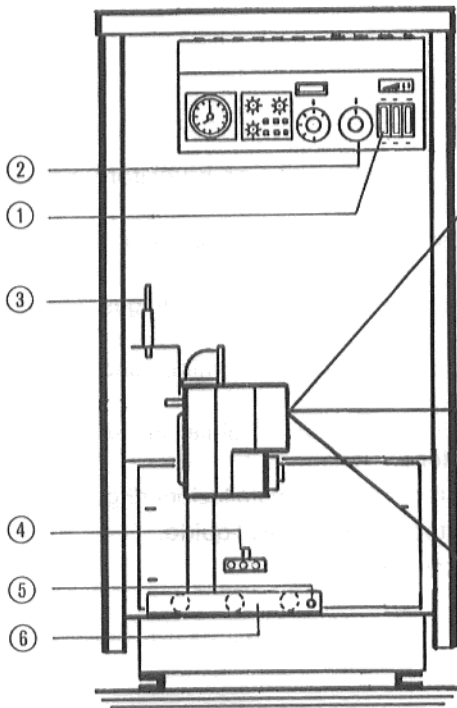

Fig. 1
4.1 Interruttore di esercizio ① a quadro comando in posizione 0 (AUS) (vedi Fig. 1 e 5).
5.2 Tarare il regolatore di temperatura acqua di caldaia ② alla temperatura desiderata (Fig. 1 e 5). Nel caso di regolazioni "Ecomatic" il regolatore è tarato dalla fabbrica.